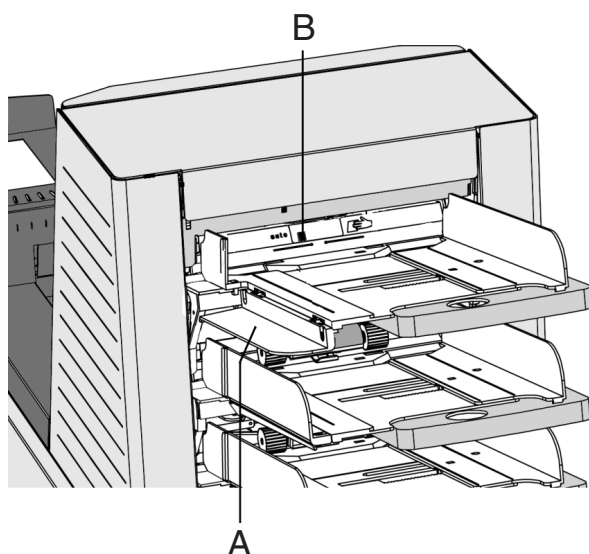

Abb. 30
- Linke Seitenführung A nach unten klappen (Abb. 30).